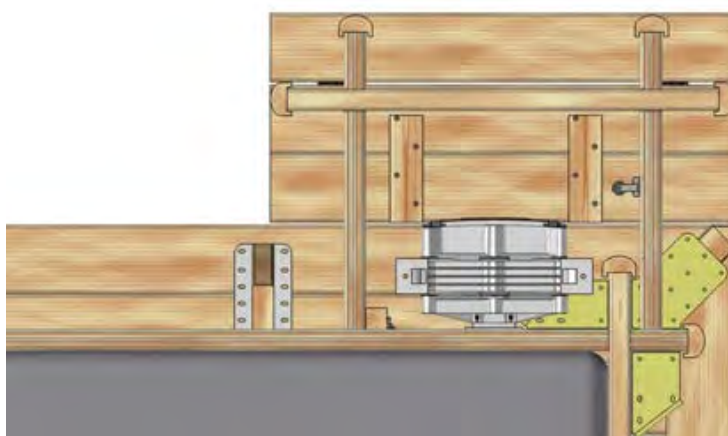

Figura 61 – Vista dal basso – Posizione del vano di copertura
Posizionare le due lamelle da 626 cm (1) che costituiranno le larghezze del vano di copertura a terra contro la piscina nel punto esatto in cui deve essere installata la del vano di copertura (*figura 61*), quindi incastrare le lamelle da cm 905 (3) che andranno a costituire le lunghezze. Costruisci le file controllando regolarmente che gli angoli siano squadrati e che le pareti siano a livello. Assicurarsi che le lamelle siano completamente impegnate l'una nell'altra. Finire con le stecche 2 e 5.